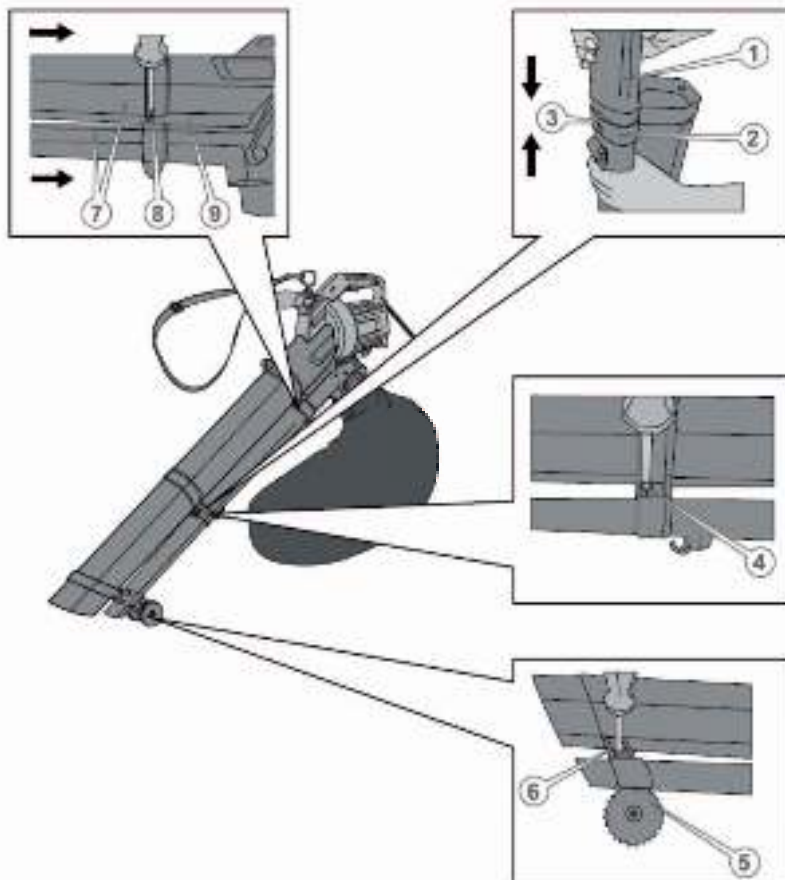

Рис. 3
**Монтаж всасывающей/выдувной труб (рис. 3)**
1. Подсоедините составляющую часть выдувной трубы (1) к стыковочному узлу (2) и с небольшим усилием надавите в направлении стрелок, чтобы выступ на выдувной трубе надежно вошел в паз на стыковочном узле (3).
2. Аналогичным образом подсоедините к стыковочному узлу (2) составляющую часть всасывающей трубы.
3. Надежно зафиксируйте соединение шурупом длиной 45 мм (4). Проверьте надежность фиксации выдувной и всасывающей/ труб в стыковочном узле.
4. Установите кронштейн с дополнительными колесами (5) на носовой части труб и надежно зафиксируйте шурупом 20 мм (6).
5. Аккуратно подсоедините трубы (7) к стыковочному узлу силового агрегата (9) и надежно зафиксируйте шурупом длиной 55 мм (8). Проверьте надежность фиксации труб в стыковочном узле силового агрегата.